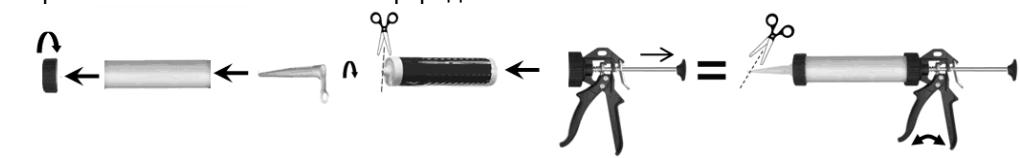

Рис. 5
3.4. Закладку герметика в жесткой упаковке (картридж) выполните в следующей последовательности (см. п. 3.2.), Рис. 5:
- гайку (2) без наконечника (1) накрутите на корпус (3);
- подготовленный картридж вставьте в корпус (3); при этом, совместите образовавшийся язычок наконечника картриджа с прорезью гайки (2);
- нажмите на пластины (10) и оттяните до упора шток (7) за рукоятку (9);
- заправленный корпус (3) накрутите на гайку (4);